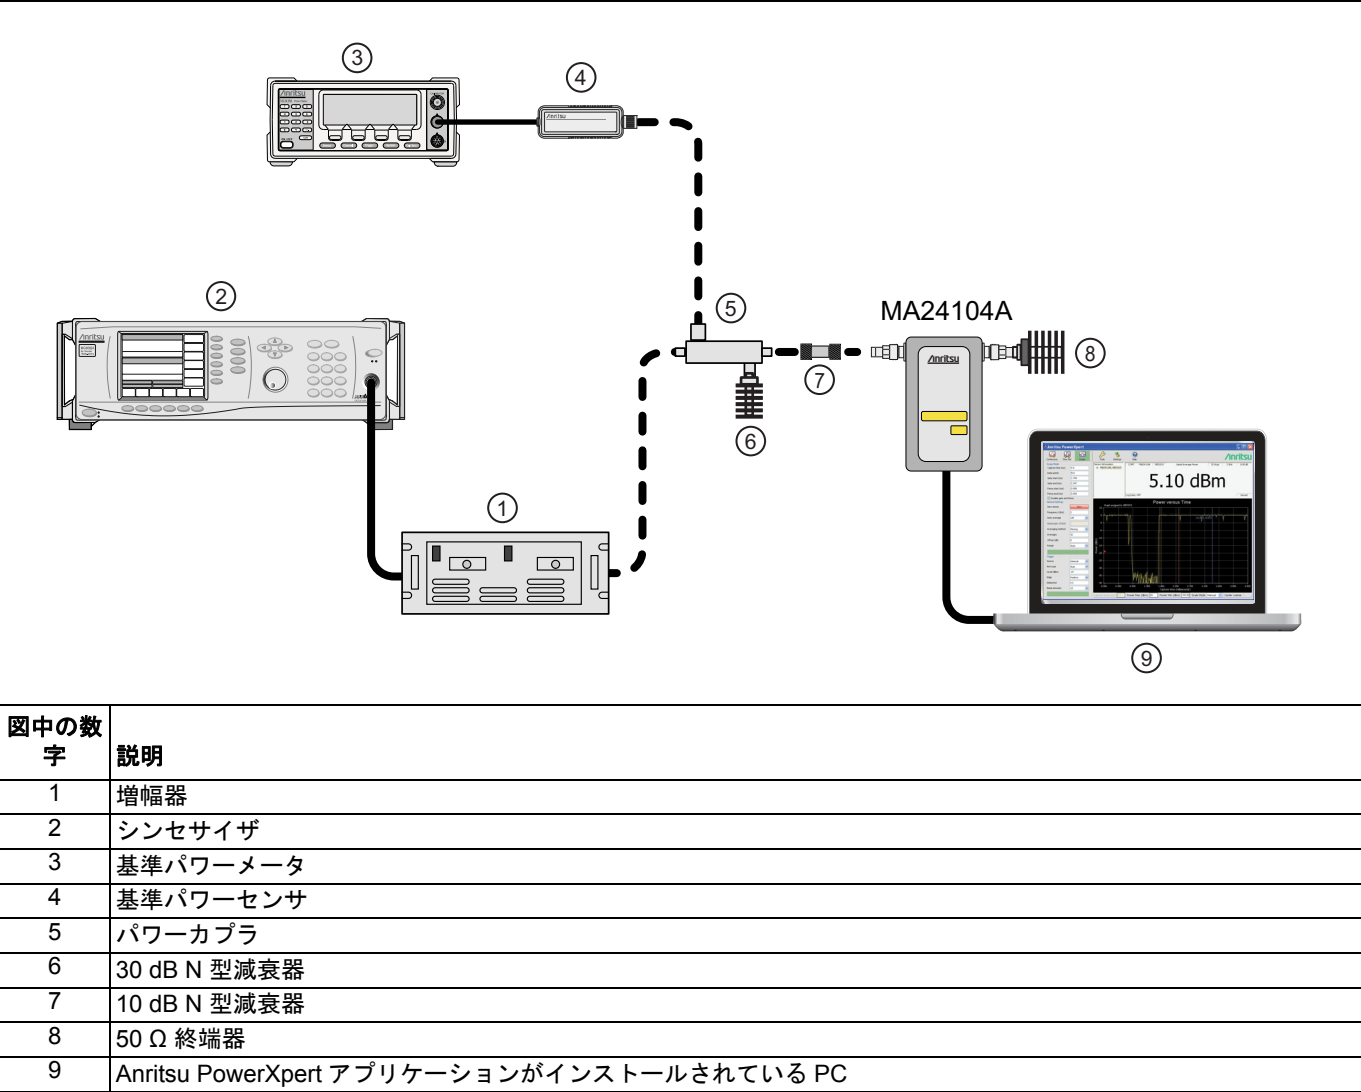

図 6-4. リニアリティ試験のセットアップ 2
- b. MA24104A をカプラから外し、カプラと MA24104A パワーセンサ間に 10 dB N 型減衰器を接続します（図 6-4 を参照）。